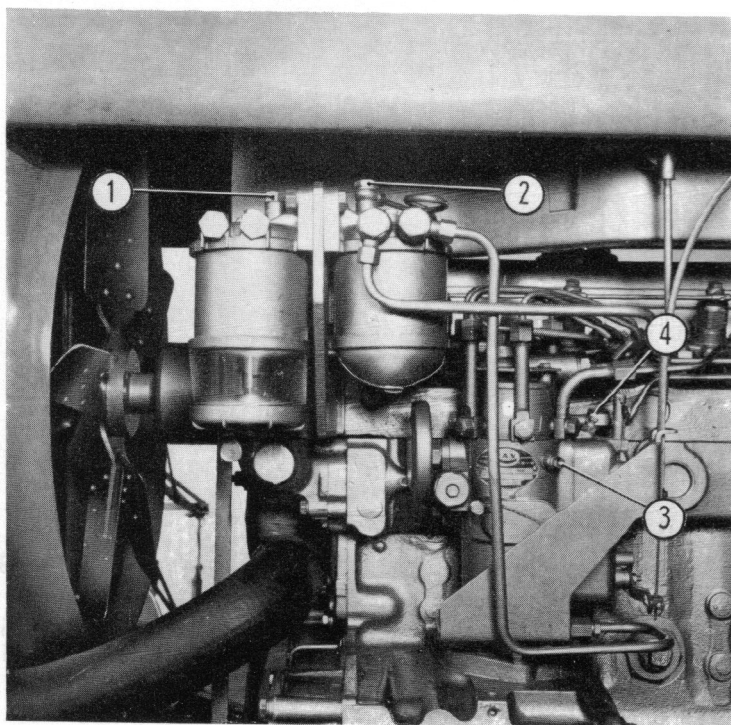
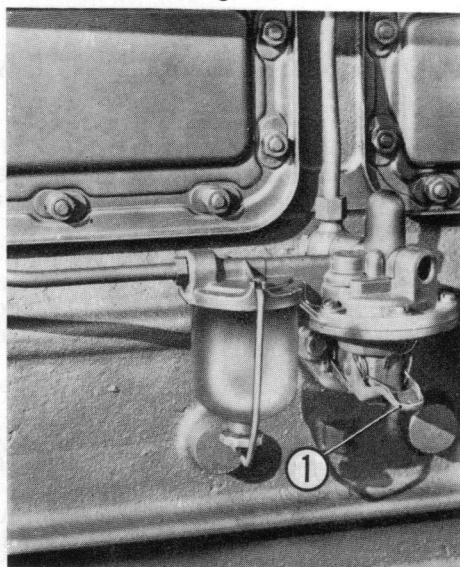

Fig. 67
Fig. 68
PURGE DU SYSTÈME D'ALIMENTATION (fig. 67 et 68).
- b) Desserrer la vis de purge 1 (fig. 67) à la partie supérieure du filtre primaire et actionner le levier de commande manuelle de la pompe d'alimentation 1 (fig. 68) jusqu'à ce que le combustible sortant de la vis ne contienne plus de bulle d'air, serrer alors la vis de purge.